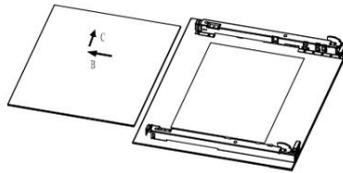

Fig.4
4. Lepaskan kaca bagian tengah (Fig.4)